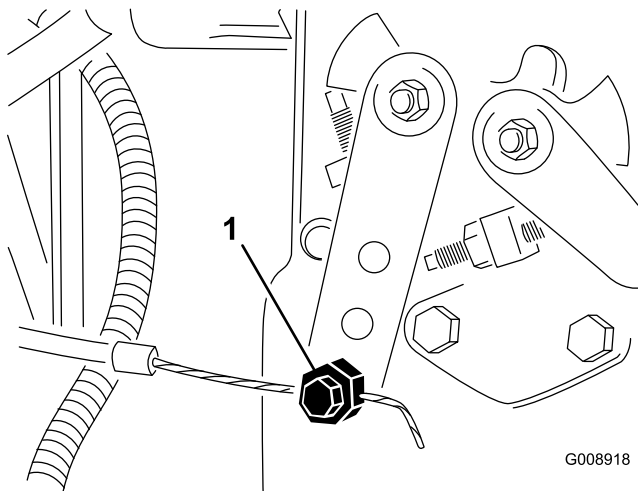

Figure 57
2. Desserrez le connecteur du câble d'accélérateur sur le bras du levier de la pompe d'injection (Figure 57).